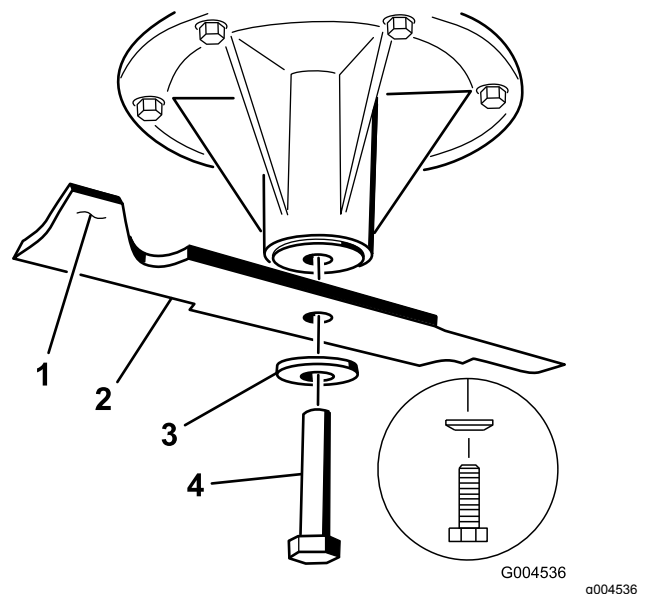

Figure 79
1. Placez la lame sur l'axe (Figure 79).
2. Installez la rondelle élastique et le boulon de la lame (Figure 79).
**Remarque:** Le cône de la rondelle élastique doit être dirigé vers la tête du boulon (Figure 79).